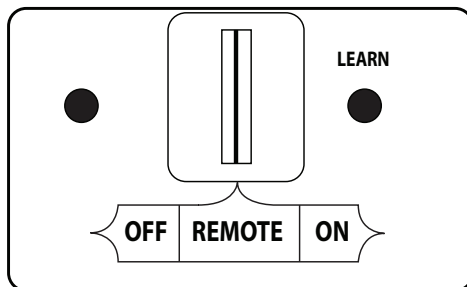

Fig. 38-1 Détail récepteur de télécommande (REMOTE)
1. Repérez l'interrupteur à 3 positions sur le récepteur de télécommande (voir Fig. 38-1), Et faites glisser le commutateur sur la position **REMOTE** (éloigné).